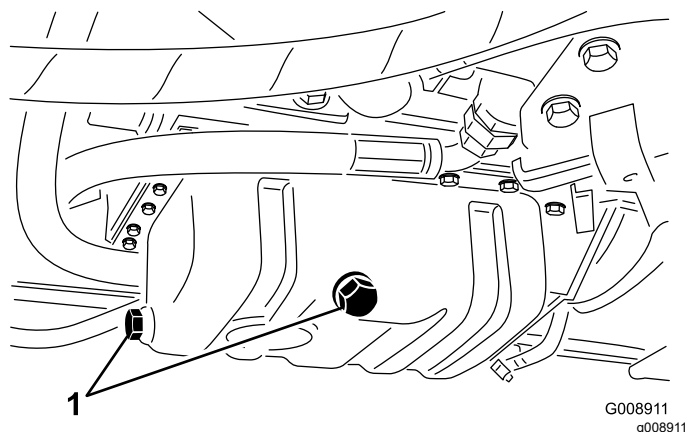

Рисунок 68
3. Снимите любую пробку сливного отверстия (Рисунок 68) и дайте маслу стечь в сливной поддон; когда масло перестанет вытекать, установите пробку сливного отверстия на место.